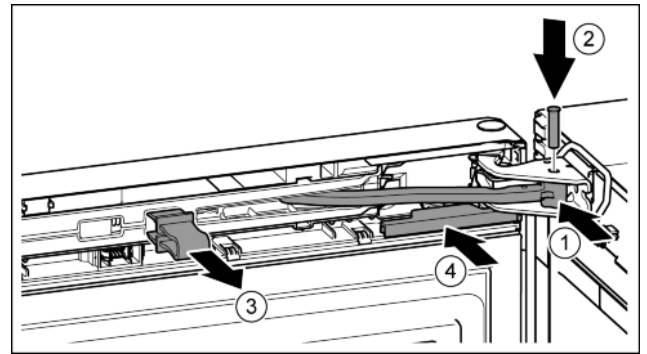

Fig. 42
- ▶ Ruotare lo snodo nel blocco di supporto. Fig. 42 (1)
- ▶ Inserire il perno nel blocco di supporto e nello snodo. Prestare attenzione che l'arresto sia correttamente in sede nella scanalatura. Fig. 42 (2)
- ▶ Togliere la protezione. Fig. 42 (3)
- ▶ Inserire spingendo la copertura. Fig. 42 (4)